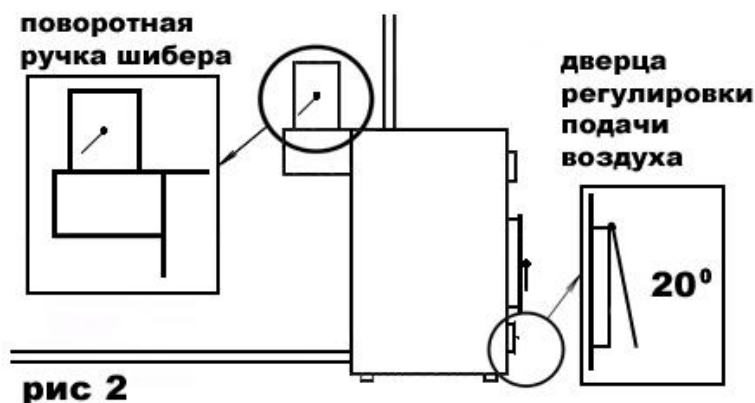

Рис. 2
8. - после этого дверцу регулировки подачи воздуха необходимо прикрыть, на половину (рис. 2), так чтобы через воздушный зазор не выхлопывался дым, если дым будет выхлопываться, то прикройте дверцу регулировки подачи воздуха еще, но не полностью,